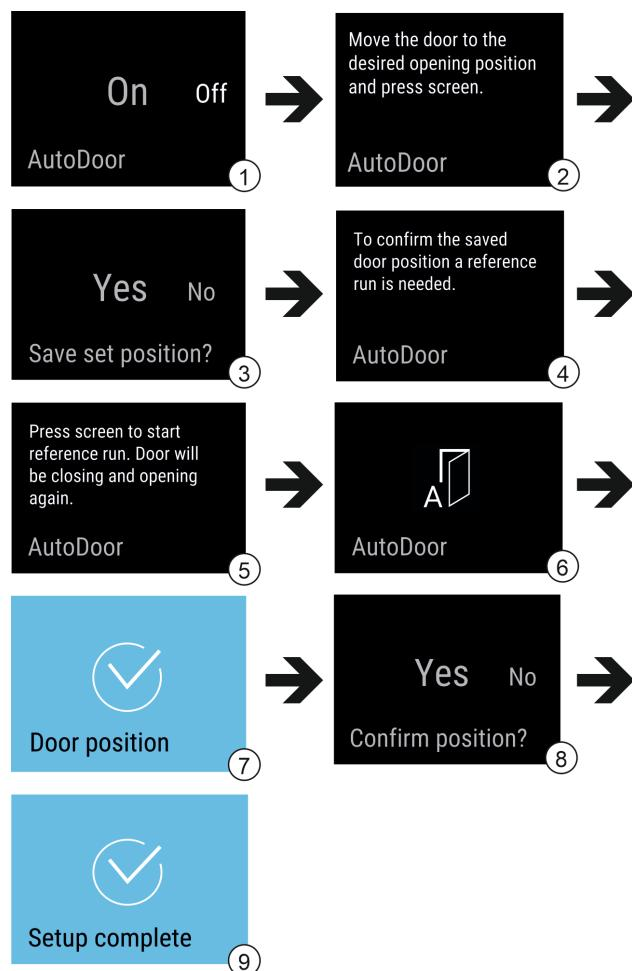

Fig. 13 Primjer izgleda prikaza na engleskom jeziku
- Aktivirajte AutoDoor: Promijenite prikaz na zaslonu na On. Fig. 13 (1)
- Držite pritisnut zaslon 3 sekunde. Fig. 13 (2)
- Konfigurirajte kut otvaranja vrata: Otvorite vrata najmanje 70°. Fig. 13 (2)
- Potvrdite kut otvaranja vrata: Pritisnite poruku na zaslonu. Fig. 13 (3)
- ▶ Pokrenite referentni hod: Pritisnite zaslон. Fig. 13 (5)
- ▷ Zaslone treperi. Fig. 13 (6)
- ▷ Referentni hod je uspješan: Zaslone 2 sekunde mijenja boju na plavu. Fig. 13 (7)
- ▶ Potvrdite kut otvaranja vrata. Fig. 13 (8)
- ▷ Zaslone mijenja boju na plavu. Fig. 13 (9)